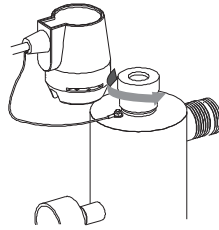

Рис. 6
- Открутите алюминиевые гайки против часовой стрелки (рис. 6). Следите, чтобы кварцевая трубка не упала.